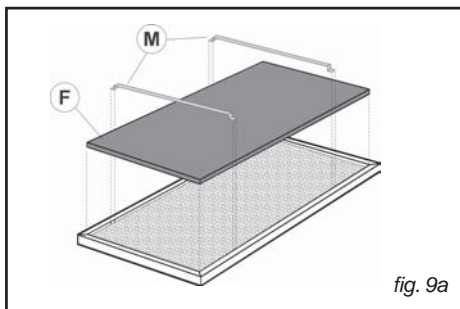

fig. 9a
Ta bort kolfiltren (F) och filterspärrarna (B) som sitter på fettfiltret (Fig. 9a-9b).